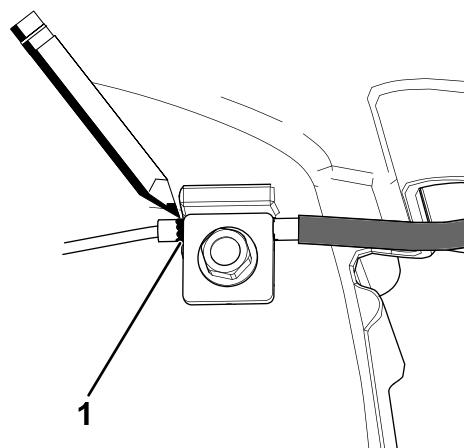

Figura 35
7. Marque el cable de freno (**Figura 35**), luego ajuste la cubierta hasta que quede aproximadamente 8 mm (5/16") de holgura (**Figura 35**).